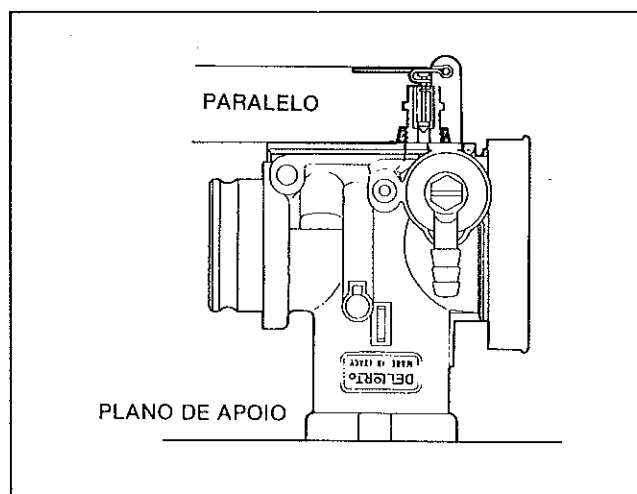

FIG. M66 - POSIÇÃO DO BALANÇIM DA BÓIA
2. Com o carburador posicionado conforme indica a figura M66, verificar que o balancim fique paralelo ao plano do carburador.